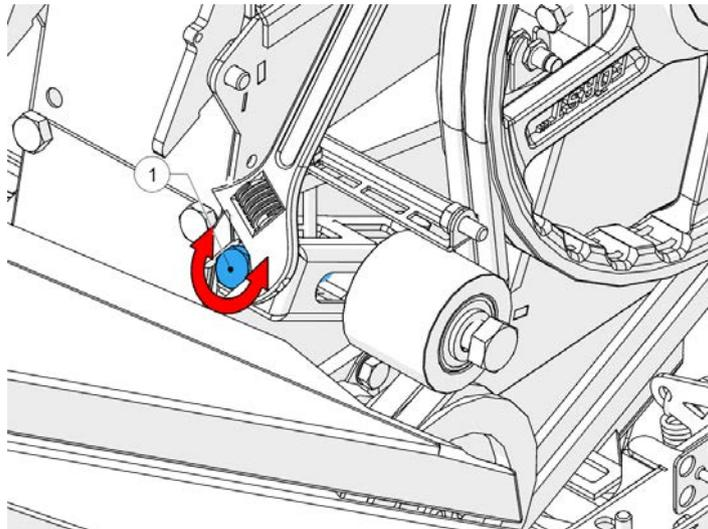

Figure 74 - Ajuster la tension
- b. Avec le boulon desserré, utilisez un outil approprié pour régler la tension de la courroie (1, Figure 74). Tourner à gauche réduit la tension de la courroie et tourner à droite augmente la tension de la courroie.